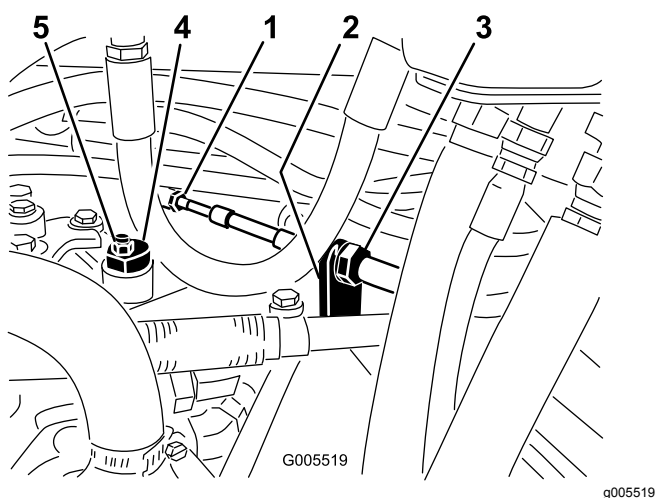

Figure 52
- A. Desserrez les écrous de blocage qui fixent le câble de commande de transmission à la traversée sur l'hydrostat (Figure 52). Desserrez les écrous de blocage uniformément et suffisamment pour permettre le réglage.
Remarque: Desserrez l'écrou de fixation de l'excentrique en haut de l'hydrostat (Figure 52).
- C. Tournez l'excentrique jusqu'à ce que la roue ne tourne plus dans aucune direction. Lorsque la roue arrête de tourner, serrez l'écrou pour bloquer l'excentrique et le réglage (Figure 52). Vérifiez le réglage avec la commande d'accélérateur en position bas régime, puis haut régime.
- D. De chaque côté de la cloison, serrez les contre-écrous uniformément pour fixer le câble de transmission à la cloison (Figure 52).